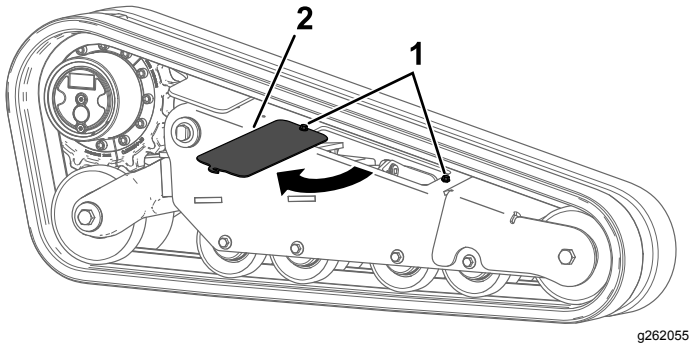

Figura 68
5. Afloje los 2 pernos y gire la cubierta de acceso para abrirla (Figura 68).
14. Cierre la cubierta de acceso y apriete los pernos (Figura 68).